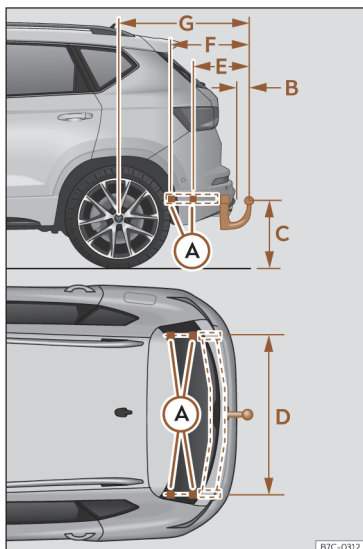

Fig. 179 Cotes et points de fixation pour l'installation d'un dispositif d'attelage en deuxième monte.
La cote allant du centre de la boule jusqu'au sol >>> **fig. 179 (C)** ne doit en aucun cas être inférieure à celle indiquée. Cette instruction vaut également pour le véhicule entièrement chargé, y compris la charge verticale maximale techniquement admissible sur la flèche de timon.